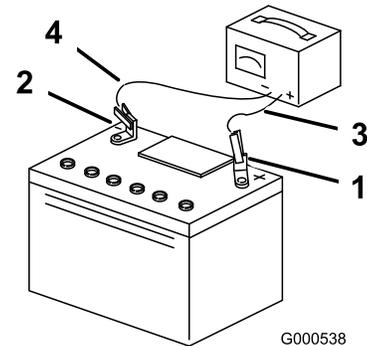

Bild 58
3. Ziehen Sie den Stecker des Ladegeräts aus der Steckdose, wenn die Batterie ganz aufgeladen ist. Klemmen Sie dann die Klemmen des Ladegeräts von den Batteriepolen ab (Bild 58).